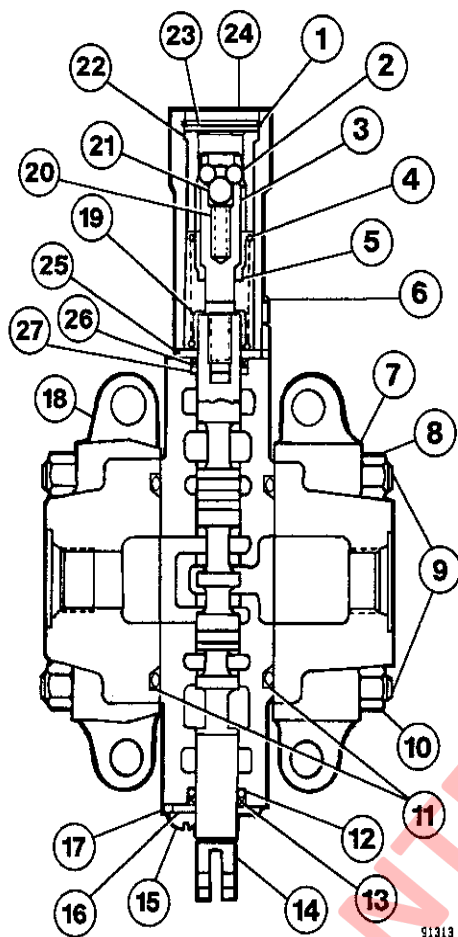
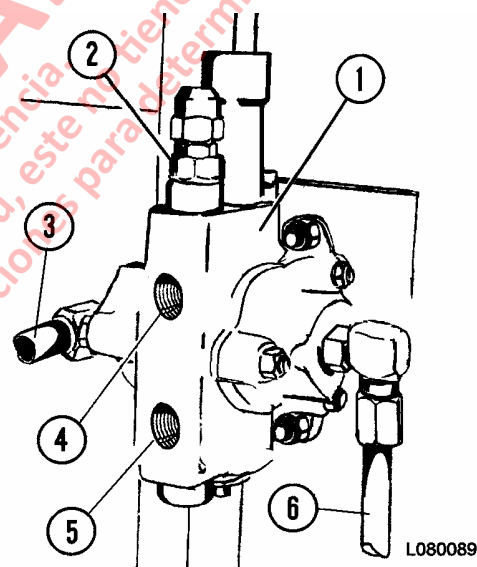

FIGURA 8-13. VALVULA PILOTO DE ELEVACION
FIGURA 8-14 VALVULA DE ALIVIO
2. Saque el perno pulido (15, Figura 8-13), la placa del sello (16), el excéntrico (13) y el anillo de goma (12)
3. Saque el anillo de retención (1), los pernos (6), la tapa (24), el espaciador (23) y la camisa de retén (22). Las bolas de detención (2) y (21) caerán libremente cuando se saquen la tapa y la camisa de retén. Separe la tapa (24), el espaciador (23) y la camisa de retén (22) porque será necesario para reensamblar.
4. Saque cuidadosamente el carrete (14) de la caja del carrete (17). Saque el retén del sello (25), el excéntrico (26) y el anillo de goma (27) del carrete.
5. Inserte una varilla en los orificios cruzados del pasador de retén (3) y destornille del carrete (14). Presione levemente contra el pasador de retén a medida que se desengancha y se libera la tensión del resorte.
6. Saque los asientos del resorte (19), el resorte (4) y el espaciador (5).
7. Saque la válvula de alivio (2, Figura 8-14) de la caja del carrete (1).
9. Saque las tuercas (8) y (10, Figura 8-13) y saque los tirantes de acoplamiento (9). Separe las cajas de la válvula. Saque el anillo de goma (11). Saque, de la caja del carrete, la retención del cabezal móvil y el resorte (ubicados en el costado de la caja de salida de la caja del carrete).
4. Inspeccione el carrete (14, Figura 8-13). El carrete no debe tener marcas longitudinales, mellas o ranuras.
5. Pruebe el carrete (14) en la caja del carrete para ver si calza. Debe calzar libremente y girar una vuelta completa sin pegarse.
**NOTA:** A la caja del carrete (17), carrete (14), caja de entrada (18) y caja de salida (7) no se les da servicio en forma separada. Si se requiere cambiar cualquiera de estas partes, se debe cambiar la válvula de control completa.
6. Coloque un anillo de goma nuevo (27, Figura 8-14) y el excéntrico (26). Monte el retén del sello (25).
7. Monte el espaciador (5), los asientos del resorte (19) y el resorte (4). Atornille el pasador de retén (3) en el carrete (14). Se requerirá una leve presión para comprimir el resorte de retén. Apriete el pasador de retén con un torque de **9-11 N.m (84-96 in. lbs.)**. Monte el resorte (20). Monte cuidadosamente el carrete en su caja.
8. Aplique grasa a los orificios cruzados del pasador de retén (3) para sostener las bolas (21) y (2).
9. Deslice la camisa de retén (22) en la tapa (24) y coloque sobre un punzón. Usando este punzón, presione la bola (21) e inserte las bolas (2) en los orificios cruzados del pasador de retén.
10. Mientras sostiene la bola (21), deslice la camisa de retén (22) y la tapa (24) como un conjunto sobre el pasador de retén (3). Continúe insertando la camisa de retén (22) hasta que haga contacto con el asiento del resorte (19).
11. Asegure la tapa (24) en su lugar con pernos (6). Apriete los pernos (6) con un torque de **7 N.m (5 ft. lbs.)**. Monte el espaciador (23) y el anillo de retención (1).
12. Instale un anillo de goma nuevo (12) y el excéntrico (13). Instale la placa del sello (16). Instale los pernos pulidos (15).
13. Usando anillos de goma nuevos, monte la válvula de alivio (2, Figura 8-14) en la caja del carrete.